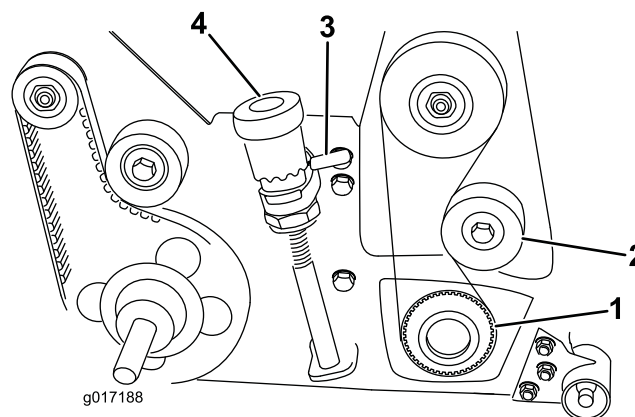

Figura 11
26. Utilizando um roquete de 1/2 pol. e uma extensão, volte a instalar a polia da transmissão e a correia no veio do cilindro (Figura 11). Fixe o cilindro para não rodar com um bloco de madeira. Aperte a polia com 54 a 81 Nm de torção.
28. Volte a instalar a cobertura da transmissão do cilindro na placa lateral com (4) parafusos previamente retirados.
29. Verifique a montagem do aparador. Rode ambas as alavancas de libertação rápida para fazer subir o cilindro de aparar para a posição de transporte (Figura 11). Corrija quaisquer problemas e volte a verificar a montagem.